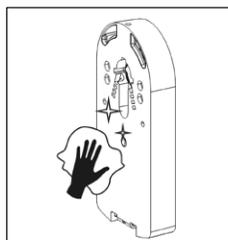

Fig. 1
1. Limpe a concha traseira (exterior) com um produto de limpeza sem solventes (por exemplo, limpador de vidros sem solventes). A superfície adesiva deve estar seca, limpa e livre de gordura e poeira (fig. 1).